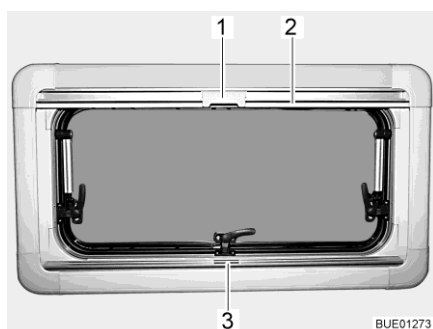

Bild 93 Överkantshängt fönster
- Ta tag i mitten på plisségardinens list (Bild 93,3) och drag den nerifrån och uppåt och släpp den vid önskad höjd. Plisségardinen stannar på denna höjd.
- Drag, med listen, (Bild 93,2) ner insektsnätet tills listen stöter mot plisségardinen (Bild 93,3).
- Lås fast insektsnätets spärr (Bild 93,1) på plisségardinens list.
- Tryck spärren (Bild 93,1) upptill på insektsnätet bakåt.
- För långsamt tillbaka insektsnätet med listen (Bild 93,2).